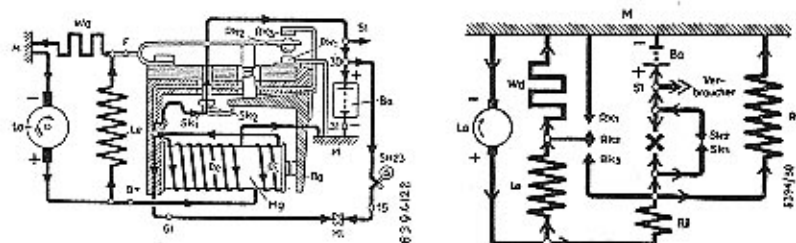

Bild 18*
b) Während der Regelung (siehe Bild 18)*.
Bei einer gewissen höheren Drehzahl ist die Spannung so hoch gestiegen, daß der Anker so stark angezogen wird, daß der mittlere Reglerkontakt Rk2 in einer Mittellage zwischen Rk1 und Rk3 bleibt. Der Widerstand ist solange dauernd eingeschaltet (Bild 18).